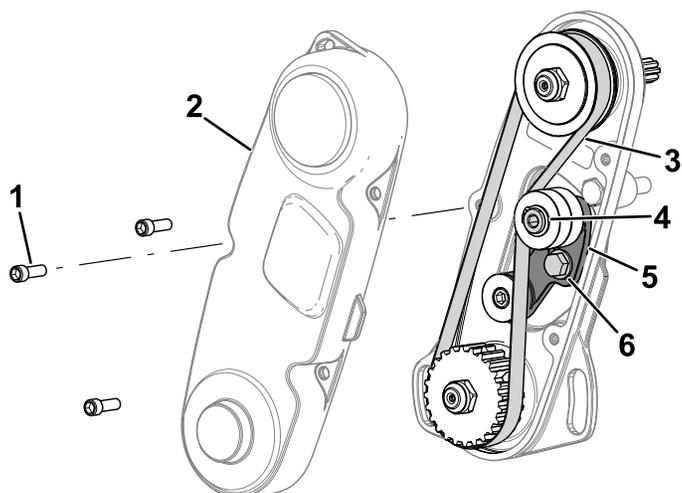

Figure 4
- Déposez le protège-courroie pour exposer la courroie (Figure 4).
- Desserrez le boulon du bras de la poulie de tension et tournez le bras (Figure 4) de pour détendre la courroie.
- Retirez la courroie (voir Figure 4).
6. Reposez la courroie et tendez-la en exerçant un couple de 6 à 7 N·m (55 à 60 po-lb) dans l'alésage hexagonal du bras de la poulie de tension, comme montré à la Figure 4.